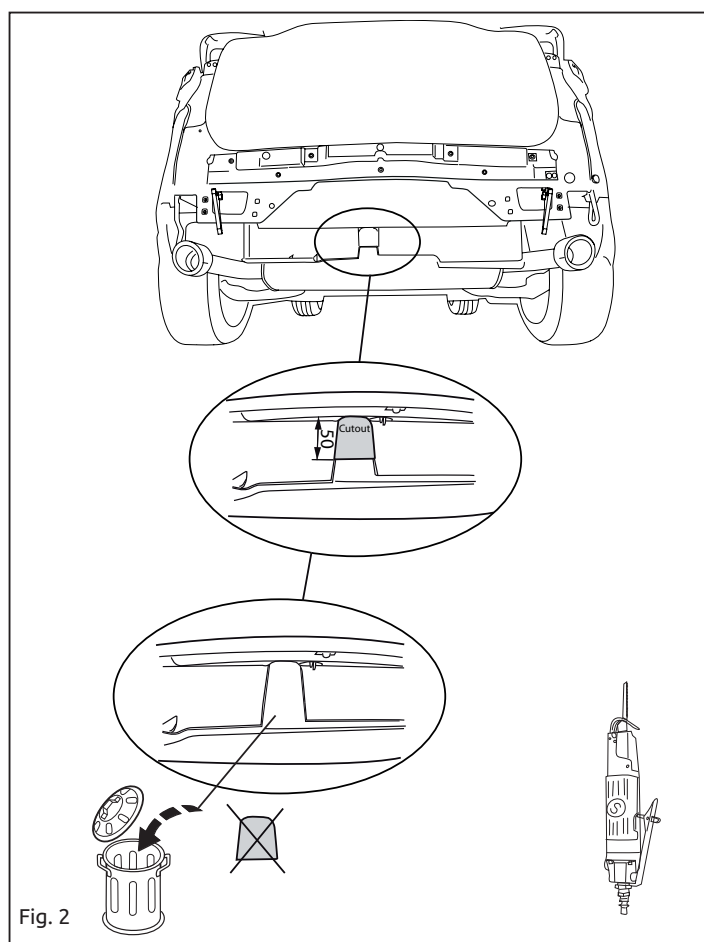

Fig. 2
3. Abb. 2 das angegebene Teil ausschneiden.